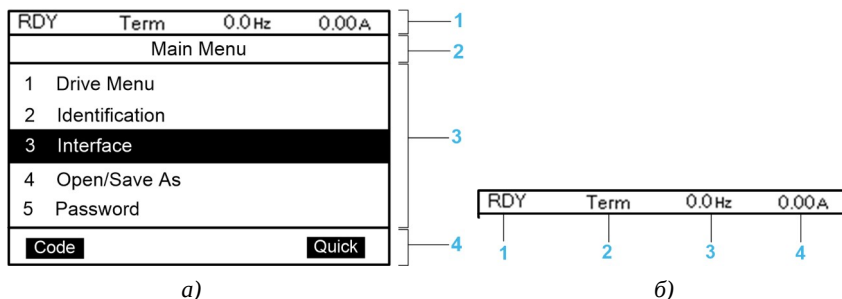

Рисунок 1.4: Дисплей додаткового графічного терміналу
Графічний дисплей містить 4 зони (рис. 1.4 а):
У рядку індикації (рис. 1.4 б) відображаються:
- **[PARAM. BAR SELECT] [PbS-]**: вибір параметрів в рядку стану (позиції 3 і 4 рис. 1.4 б). Можна вибрати 2 параметри, для цього треба джойстиком стати на параметр і натиснути ОК. Якщо треба зняти позначку ✓, необхідно знову натиснути ОК;
- **[MONITOR SCREEN TYPE] [MSC-]**: тип відображення параметрів в режимі моніторингу в області 3 (рис. 1.4 а):
- **[PARAMETER SELECTION] [MPC]**: вибір параметрів для відображення в області 3 (рис. 1.4 а).